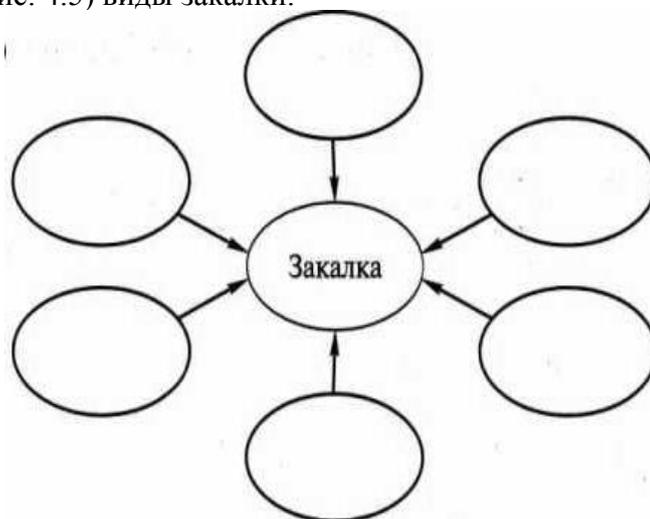

Рис. 4.5 Виды закалки
10. Укажите на схеме (рис. 4.5) виды закалки.